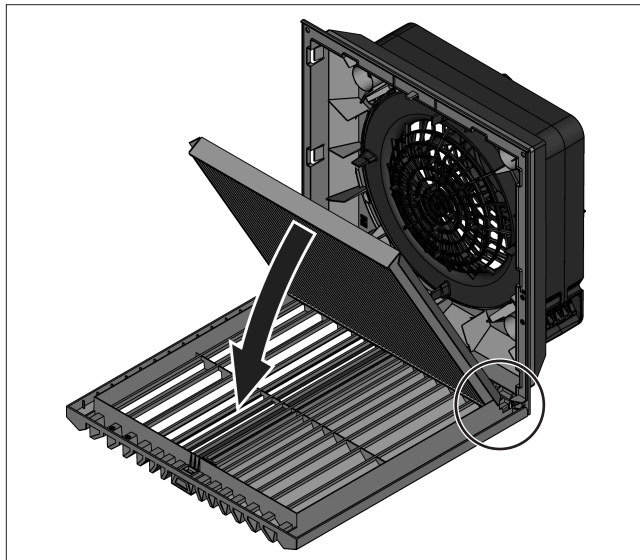

Fig. 13 : insérer le filtre plissé IP 54
- Insérer le filtre plissé dans la grille à lamelles. L'inscription « Top » indique le sens d'insertion (voir fig. 13).